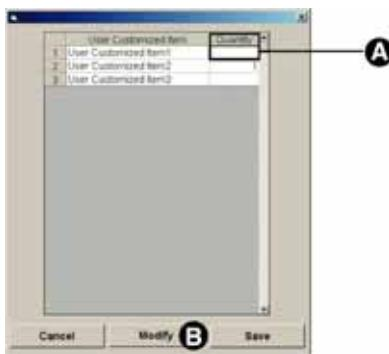
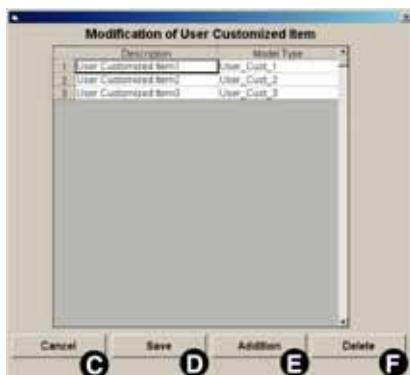

Рис. 4.2.6
Рис. 4.2.7
При нажатии на кнопку "Дополнительные элементы" (User Customized Item) (4) в MS Меню открывается окно с перечнем опциональных принадлежностей (рис. 4.2.6). Здесь можно задать количество принадлежностей, которые уже включены в отчет. Нажать кнопку "Изменить" (Modify) (B) на рис. 4.2.6. Откроется окно регистрации принадлежностей и изменения данных по ним (рис. 4.2.7).
- (1) Для добавления нового элемента следует нажать "Добавить" (Addition) (E) см. рис. 4.2.7; в конце перечня добавится пустая строка для ввода данных. Для ввода наименования элемента нажать кнопку "Описание" (Description). Двойным щелчком открыть поле "Тип модели" (Model Type) и ввести соответствующий код. Код модели будет отображен в отчете. Чтобы расширить перечень дополнительных компонентов, для внесения каждого элемента нужно нажать кнопку "Добавить" (E) и вписать данные.
- (2) Чтобы удалить элемент, нужно щелкнуть его номер, выбрать строку и нажать "Удалить" (Delete) (F) рис. 4.2.7. Откроется окно для подтверждения. При нажатии на "Да" информация об элементе будет удалена.
- (3) По завершению регистрации нажать "Сохранить" (Save) (D), см. рис. 4.2.7. После того, как операция будет подтверждена, повторно откроется окно, изображенное на рис. 4.2.6.
- (4) Двойным щелчком открыть поле "Количество" (Quantity) (A, см. рис. 4.2.6) и ввести требуемое значение. Запись введенных данных осуществляется кнопкой "Сохранить" (Save).
- (5) Ввести количество зарегистрированных элементов и аксессуаров (см. раздел 4-5). Для отмены настроек нажать кнопку "Отмена" (Cancel) (C).